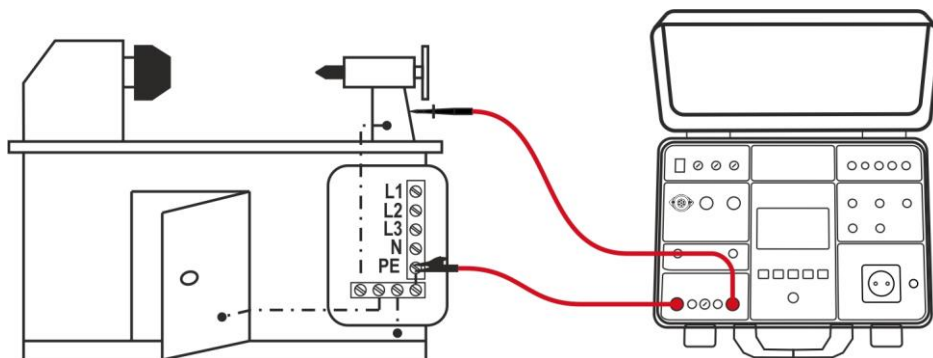

Fig. 27: Collegamento dei terminali di misura in funzione RPE-2WIRE
9. Collegare i terminali di misura come mostrato nella seguente Fig. 27